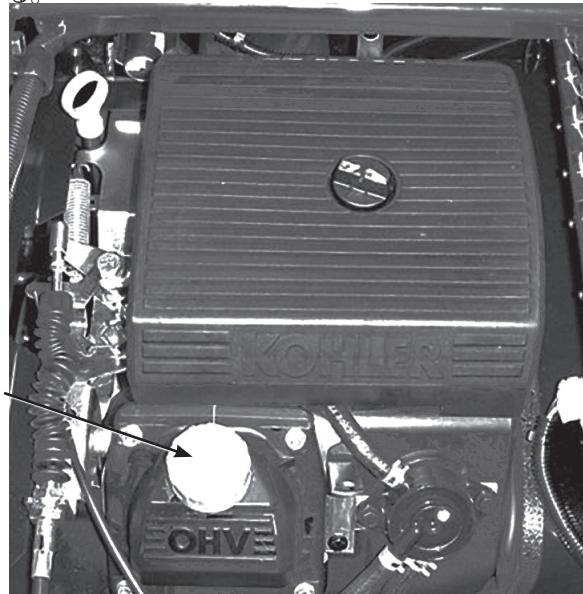

図32
8. 所要量の約 80% のオイルを補給口(図32)から入れる。